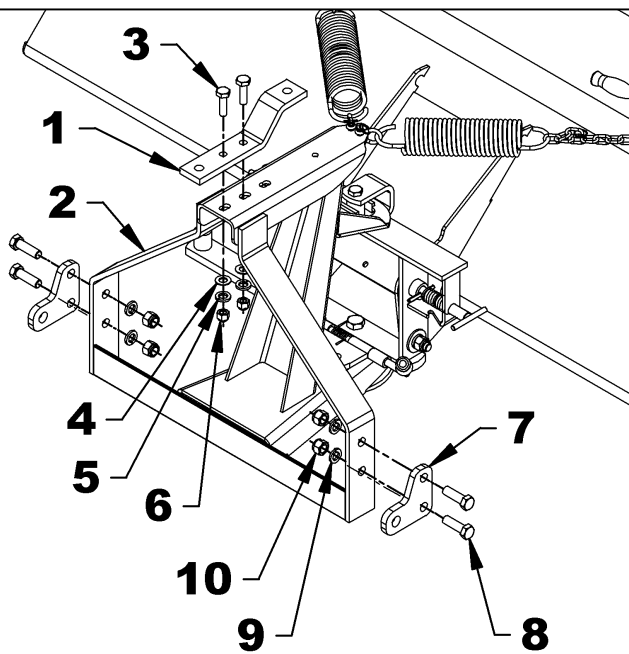

Figure 9B
- Si la distance **A** est égale ou plus petite que 4 1/4", utiliser l'option d'installation 2 - figures 9B-10B.